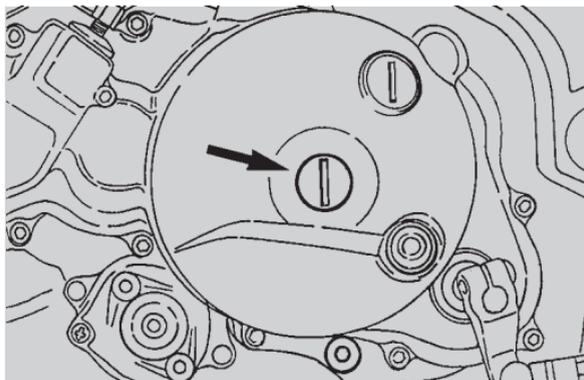

Abb. 19
- das Kupplungsgehäuse mit einem Schraubendreher oder einer Münze abschrauben (Abb.19);